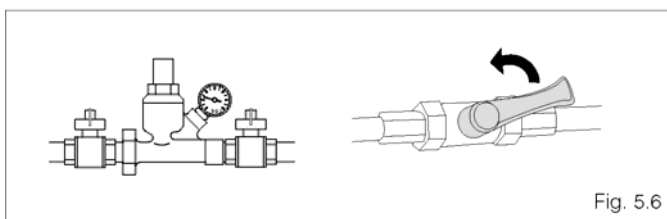

Fig. 5.6
- Закройте запорные вентили на трубопроводе топлива и на трубопроводе воды (рисунок 5.6)